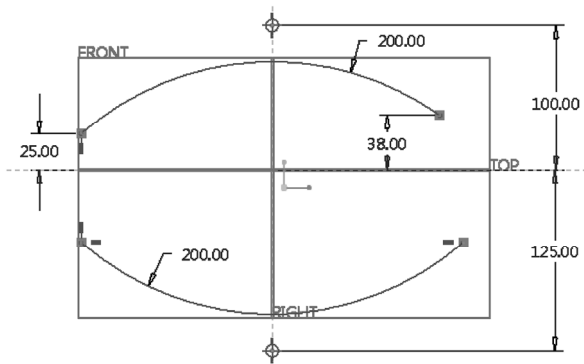

图 4-65 绘制两段圆弧
2) 在功能区的“模型”选项卡的“基准”组中单击（草绘）按钮，弹出“草绘”对话框。选择 **FRONT** 基准平面作为草绘平面，默认以 **RIGHT** 基准平面为“右”方向参考，单击“草绘”对话框中的“草绘”按钮，进入内部草绘器。绘制图 4-65 所示的两段圆弧，单击（确定）按钮，完成草绘并退出草绘器。